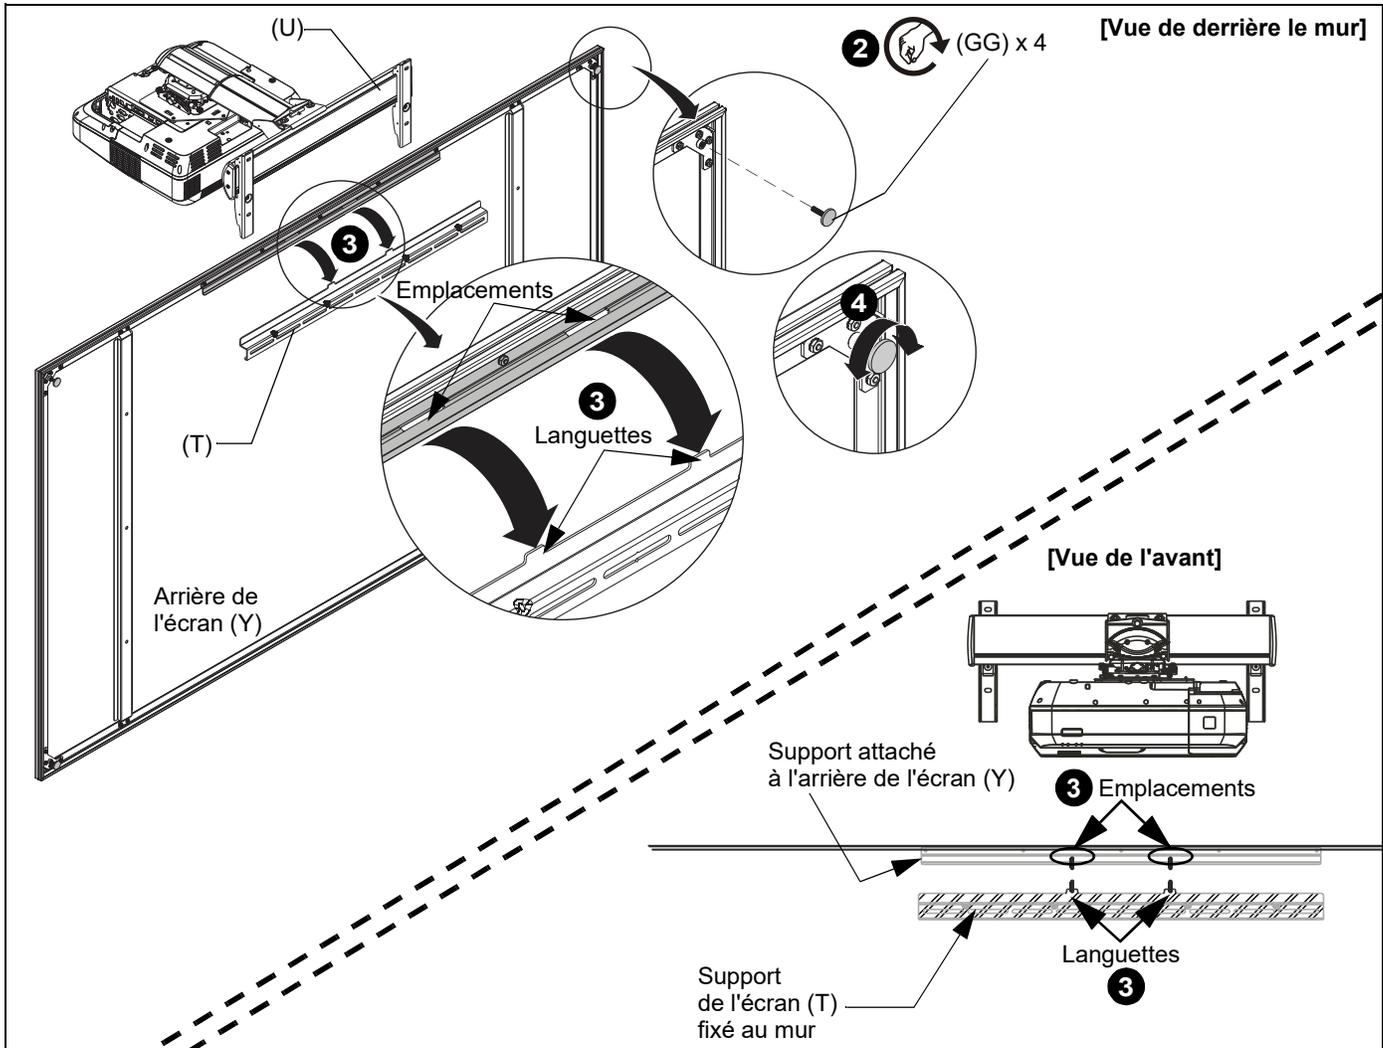

Figure 14
2. Mettez l'écran debout et ajoutez les pieds de mise à niveau à chaque angle à l'arrière de l'écran (Y). Ne serrez pas trop fort. (Voir figure 14)
3. Suspendez l'écran (Y) au support de l'écran, en plaçant les **emplacements** du support à l'arrière de l'écran sur les **languettes** du support de montage de l'écran (T). (Voir figure 14)
**REMARQUE** : Gardez l'écran parallèle au mur lorsque vous le suspendez sur le support de montage de l'écran (T).